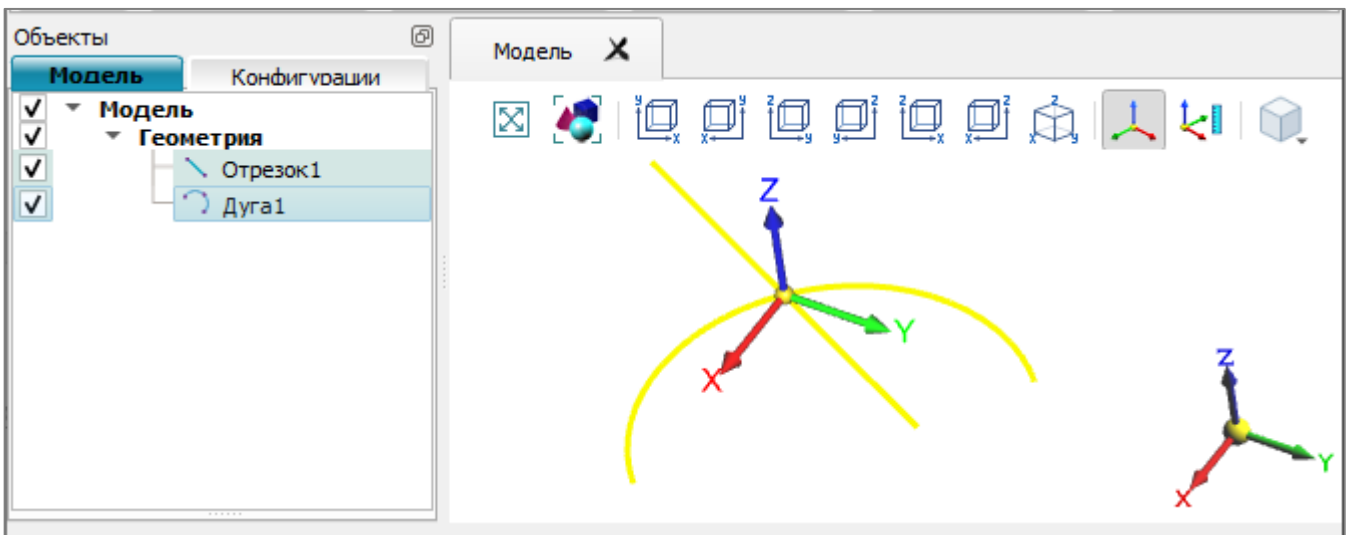

Рис. 28
- 1) выделить в дереве или в окне визуализации пересекающиеся кривые *Отрезок1* и *Дуга1*, имеющие общую точку с координатами 0,0,0 (рис. 28);